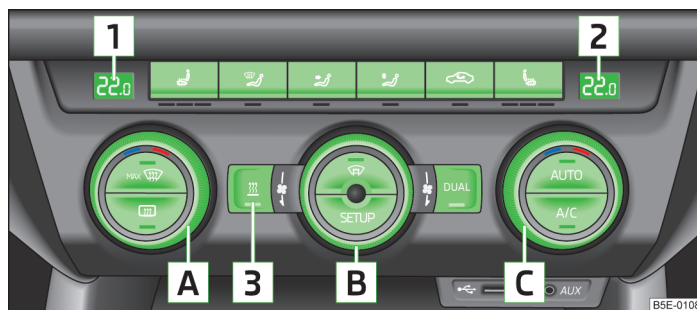

Fig. 86 Climatronic: Elementele de comandă
- Apăsăți tasta **(AUTO)** » fig. 86 la pagina 87.
- **(A/C)** » fig. 86 la pagina 87 activat.
Funcțiile elementelor de operare individuale » fig. 86:
► Setati temperatura cu butonul rotativ **[A]** și **[C]** » fig. 86 la pagina 87 între +16 °C și +29 °C.
► Rotiți regulatorul rotativ **[A]** » fig. 86 la pagina 87 spre stânga, respectiv spre dreapta pentru a mări, respectiv reduce temperatura.
► Rotiți regulatorul rotativ **[C]** » fig. 86 la pagina 87 spre stânga, respectiv spre dreapta pentru a mări, respectiv reduce temperatura.
➤ Rotiți regulatorul rotativ **B** » fig. 86 la pagina 87 spre stânga, respectiv spre dreapta pentru a reduce, respectiv mări turația ventilatorului.
➤ Apăsăți tasta  » fig. 86 la pagina 87.